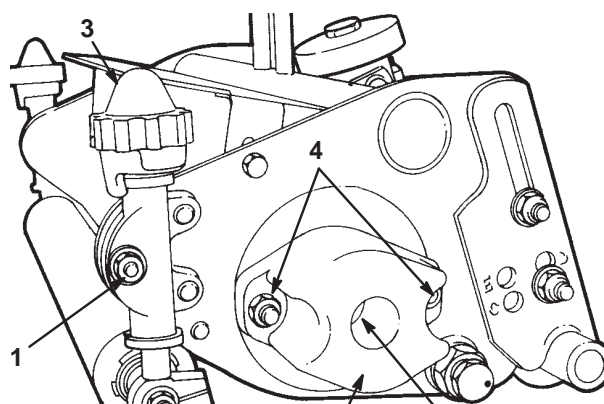

図 17
1. カッティングユニットの左右で、刈り高調整ロッドの固定ネジ(図17)をゆるめる。
2. 刈り高調整ノブ(図17)をゆるめて刈り高調整ロッドから外す。ノブは刈り高クランプの上ワッシャに保持される。
- C. トルクレンチを取り付け、リールが回転しないようにリールを固定しておいて、リール・ベアリング調整ボルトを、所定の締め付けトルク値まで締める (図17: 所定値は0.5 ~ 1.0 N.m (0.05 ~ 0.1 kg.m))。
2. リール・シャフトの片側からベアリング調整ナットを外し (図17) リール・シャフトの反対側から特殊スプラインナットを外す。